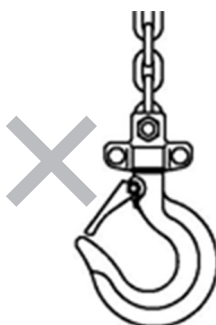

図 5
- フックの外れ止めが飛び出た場合は、負荷を超えているため直ちに操作を停止してください（図 5）。